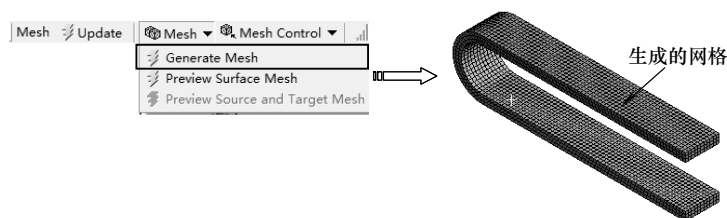

图 8-29 生成网格
3) 在【Outline (分析树)】中选择【Mesh】节点，单击【Mesh】工具栏上的【Mesh (网格)】|【Generate Mesh (生成网格)】命令，将弹出网格生成进度条，表明正在划分网格。当网格划分完成后，进度条自动消失，最终生成效果如图 8-29 所示。